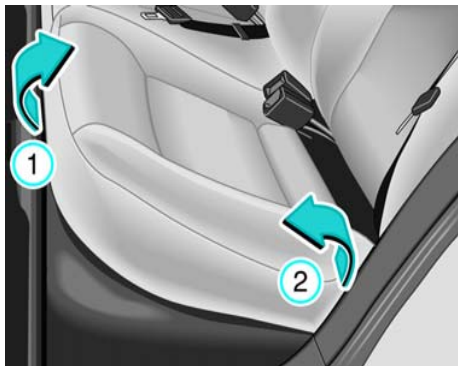

图60
- 一拉起靠背两侧闭锁键①，沿箭头方向拉动并将座椅靠背向前折叠(参见 1-47 页图 60)。